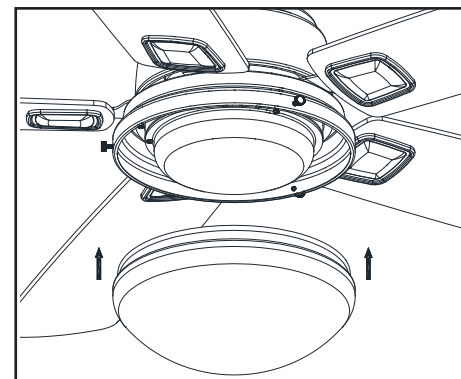

Figura 17
5. Afloja, sin quitarlos, los tres tornillos del conjunto del soporte de luces. (Figura 17)